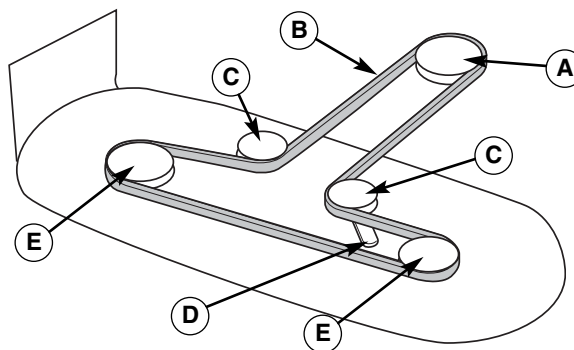

Figure 12. Acheminement de la courroie de la tondeuse
5. Utiliser le levier de dégagement de la courroie de la tondeuse (D, figure 12) pour relâcher la tension sur la poulie de tension de la tondeuse et installer la courroie d'entraînement comme l'indique la figure 12.